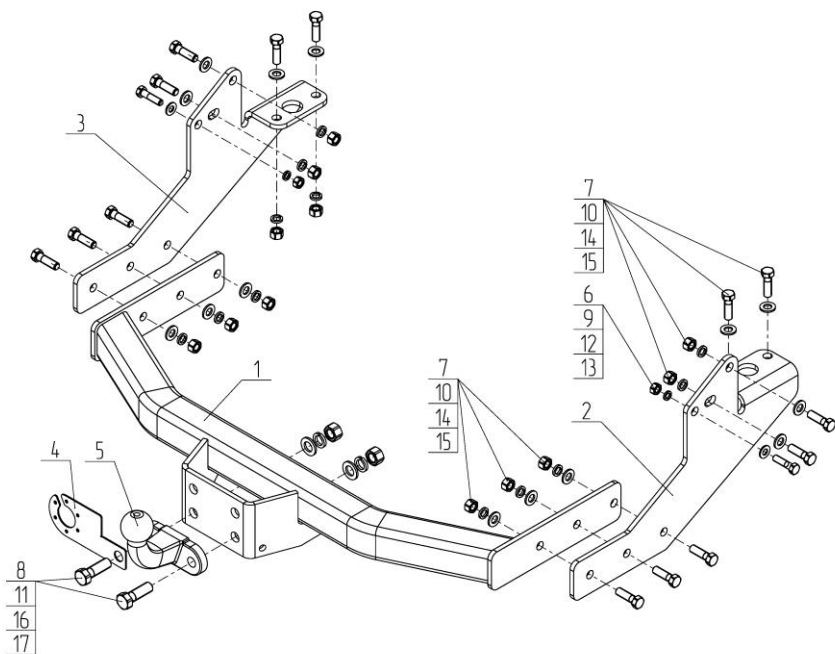

Рис.1.
- Установить боковые кронштейны (поз.2,3) с помощью крепежных элементов, показанных на Рис.1;